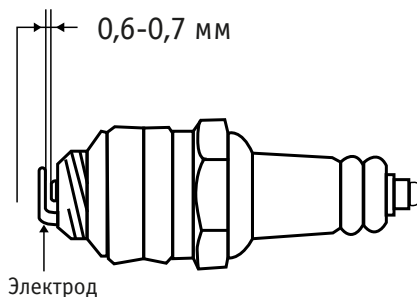

Рис. 5
5. Проверьте щупом зазор электродов свечи. Зазор должен быть 0,6-0,7 мм. Исправьте его, аккуратно загибая боковой электрод, если нужно (рис. 5).